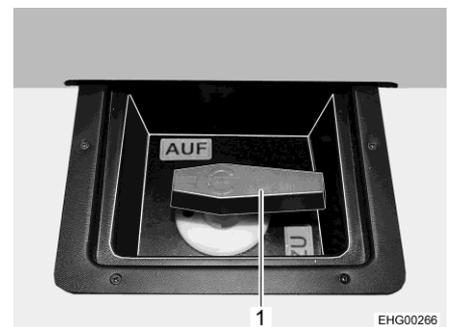

Fig. 145 Leva di comando (serbatoio delle acque grigie)
Leva di comando Il rubinetto di scarico per le acque grigie viene attivato tramite leva di comando (Fig. 145,1). La leva di comando (Fig. 145,1) per lo scarico per le acque grigie si trova sotto a una copertura nella parte posteriore. Il tubo di scarico con collegamento per un tubo di gomma per lo scarico si trova sotto al veicolo, sulla parte destra.
- Aprire il rubinetto di scarico. A questo scopo ruotare la leva di comando (Fig. 145,1) del rubinetto di scarico in posizione "AUF" (aperto). Le acque grigie fuoriescono.
- Dopo il deflusso completo delle acque grigie, richiudere il rubinetto di scarico. A questo scopo ruotare la leva di comando (Fig. 145,1) del rubinetto di scarico in posizione "ZU" (chiuso).